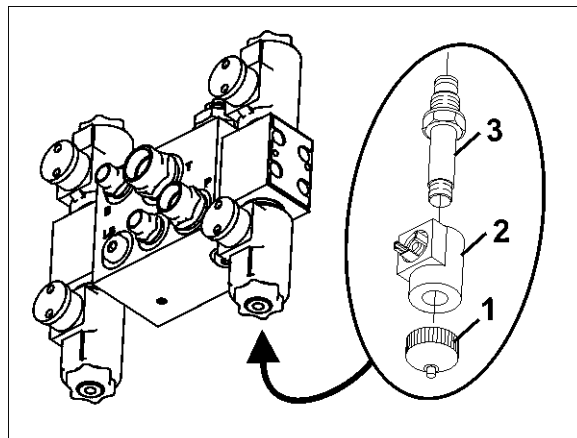

Fig. 148
1. Deșurubați clapeta magnetică (Fig. 148/1).
2. Scoateți bobina magnetică (Fig. 148/2).
3. Deșurubați tija valvei (Fig. 148/3) împreună cu scaunele și curățați-le cu aer comprimat sau cu ulei hidraulic.